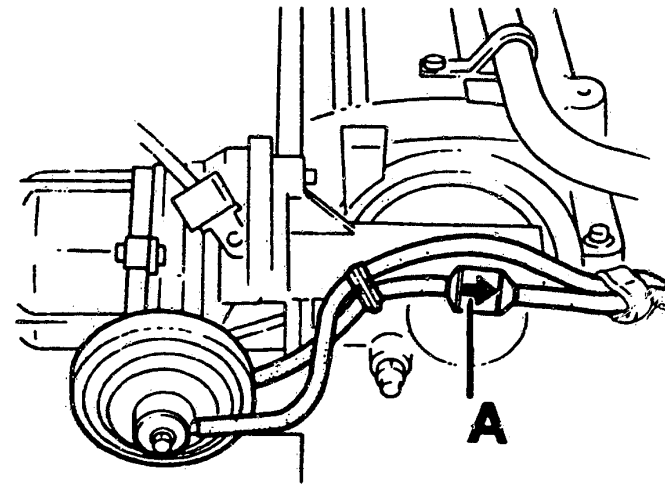

Bild 34a Korrekter Einbau des Unterdruck-Verzögerungsventils (A) für die Zündverstellung nach Spät (beim Einspritz-Motor).
c) Bei den Einspritzmotoren wird der **Unterdruck** für die Frühverstellung an zwei Anschlüssen bei der Drosselklappe abgenommen. Die Spätverstellung erfolgt über ein Verzögerungsventil, das auf keinen Fall verkehrt eingebaut werden darf (Bild 34a+b)!